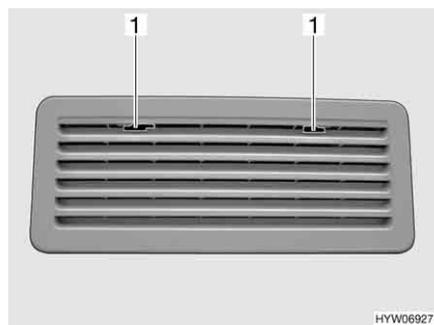

Fig. 150 Griglia di aerazione del frigorifero (Thetford)
- Spingere verso il centro l'arresto (Fig. 150,1).